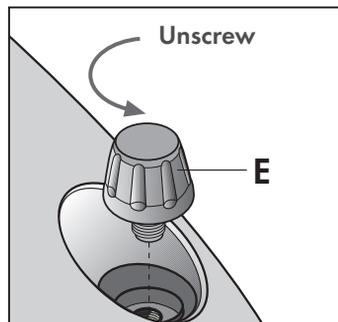

Fig. 32
- a) Remove the fill-up cap (E) (Fig. 32).